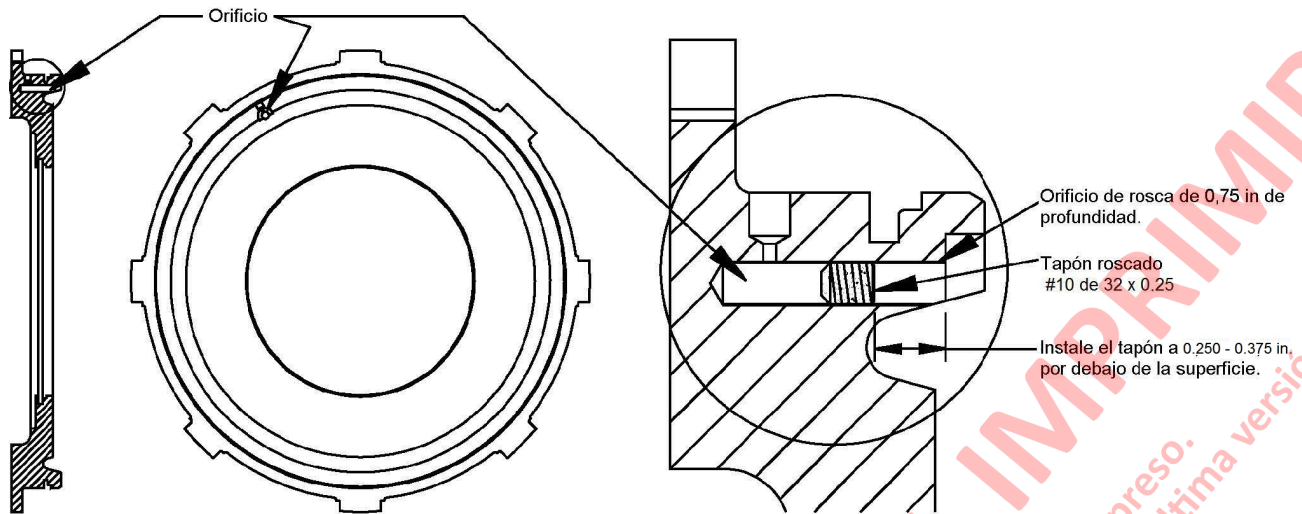

FIGURA 7-35. RECONSTRUCCIÓN DEL PISTÓN
6. Revise si el pistón tiene un orificio taladrado en su cara interior. Si lo tiene, modifique el pistón como se muestra en la Figura 7-35.
7. Inspeccione el cubo del embrague (29) por si presenta desgaste. Las marcas de desgaste que pueda haber en los dientes no deben restringir el movimiento de la placa. Si tienen rampas de entrada y salida suaves, las muescas no restringirán el movimiento y se podrá reutilizar el cubo del embrague.
8. Revise si las placas de acero (31) están desgastadas. Las placas deben ser suaves y no presentar ranuras o daños causados por calor. Cuando están nuevas, las placas tienen un espesor mínimo de 3,07 mm (0,121 in) y deben estar planas dentro de 0,13 mm (0,005 in).
9. Inspeccione las placas frontales (30). El espesor mínimo de las placas frontales nuevas es 2,77 mm (0,109 in). Las ranuras tienen 0,15 mm (0,006 in) de profundidad. Las placas deben ser planas, dentro de 0,13 mm (0,005 in). Revise si los dientes presentan desgaste excesivo. Cuando están nuevos, el espacio entre los dientes es de aproximadamente 7,11 mm (0,280 in).